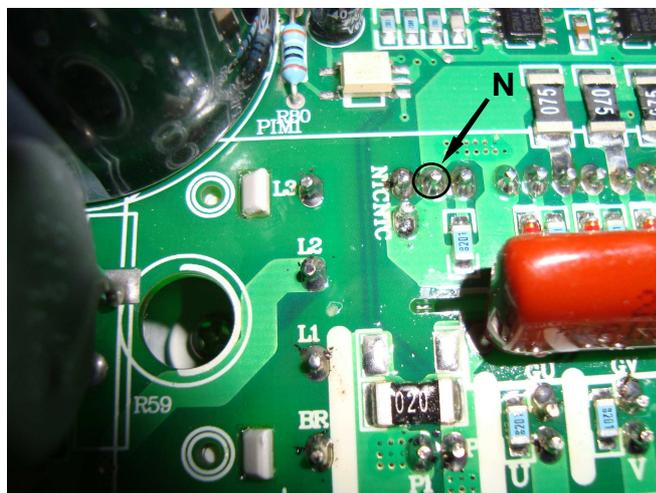

Рис. 4.6 Вывод клеммы N
- 4.6.5. Проверить цепь N-R/L1 на плате драйверов тестером, в режиме «Прозвонка диодов» как показано на рисунке 4.7. Вывод клеммы N показан на рис. 4.6. Цепь N-R/L1 должна звониться как диод. (при прямой проводимости показания прибора 200.....1000, рис. 4.7а, при обратной проводимости – «Обрыв цепи», рис. 4.7б. В противном случае матрица считается неисправной.